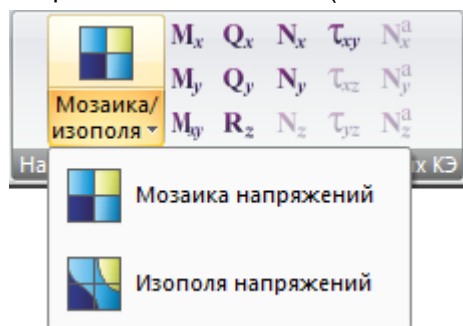

Рис. 90. Раскрывающийся список **Мозаика/изополя напряжений**
**Мозаика/изополя напряжений** (рис.90) – раскрывающийся список с заменой для выбора способа отображения раскраски пластин и поверхностей объемных элементов в соответствии со значениями напряжений в элементах (в согласованной местной системе координат).